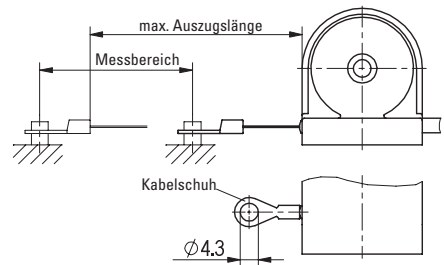

Abb. 2: Prüfung Auszugslänge
- Prüfen Sie nach der Befestigung des Seilzuggebers, die maximale Auszugslänge (Abb. 2). Der Kabelschuh bzw. das Seil muss bis an die vorge-sehene Befestigungsstelle ausgezogen werden. Das Seil darf dabei nicht verdreht werden.
Das Seil muss lotrecht zum Seilausgang geführt werden (Abb. 2).